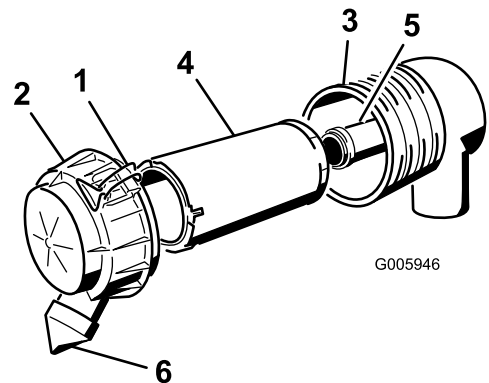

Figure 29
3. Ouvrez les verrous du filtre à air et séparez le couvercle du corps du filtre (Figure 29).
6. Sortez l'élément principal du corps du filtre avec précaution (Figure 29). Évitez de cogner l'élément à l'intérieur du corps.
- Si vous remplacez l'élément filtrant de sécurité, insérez-le avec précaution dans le corps du filtre (Figure 29).
- Placez ensuite l'élément principal sur l'élément de sécurité avec le même soin (Figure 29). Assurez-vous qu'il est bien engagé en appuyant sur le rebord extérieur.
- Reposez le couvercle du filtre à air, le côté portant l'inscription "UP" en haut, et fermez les dispositifs de verrouillage (Figure 29).